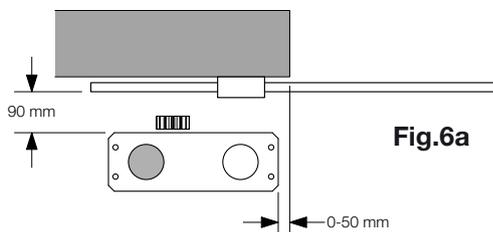

Fig.6a
Il posizionamento della piastra dovrà rispettare le distanze indicate nelle figure 6a/b/c/d (viste dall'alto):
- Fig. 6a installazione con motore a sinistra